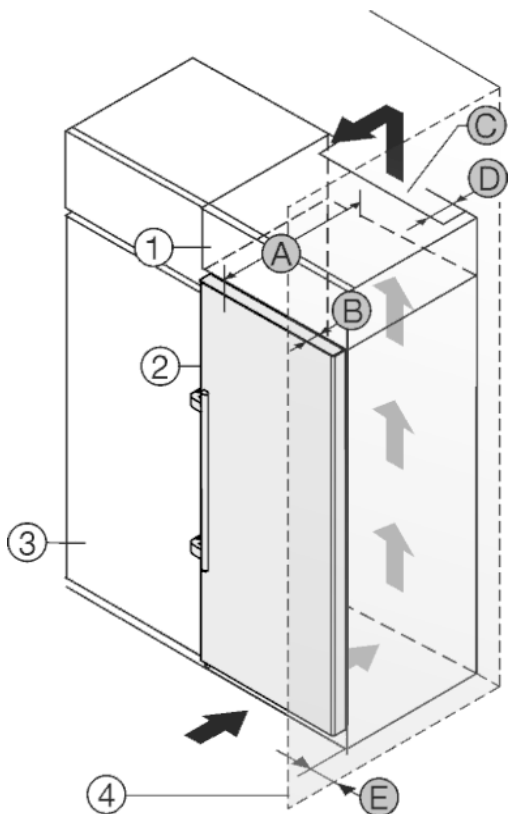

Fig. 21
Пристрій можна комбінувати з кухонними шафами. Для того, щоб пристрій Fig. 21 (2) вирівняти по висоті кухонної секції, на пристрій можна встановити антресольну секцію Fig. 21 (1).
Пристрій можна встановлювати безпосередньо поряд з кухонною шафою Fig. 21 (3). Для повного відкриття дверей пристрій повинен виступати на глибину Fig. 21 (B) відносно передньої панелі кухонної шафи. Залежно від глибини кухонних шаф та використання пристінних розпірок пристрій можна встановити так, щоб він виступав вперед.
- Задня сторона антресольної шафи повинна мати вентиляційний канал глибиною Fig. 21 (D) вздовж всієї ширини шафи.
- Під стелею приміщення слід дотримуватися поперечного перерізу вентиляційного відведення повітря Fig. 21 (C).
Якщо пристрій з шарнірами встановлюється поряд зі стінкою Fig. 21 (4), то між пристроєм та стінкою слід дотримуватися відстані Fig. 21 (E). Це відповідає виступу ручки при відкритих дверцятах.